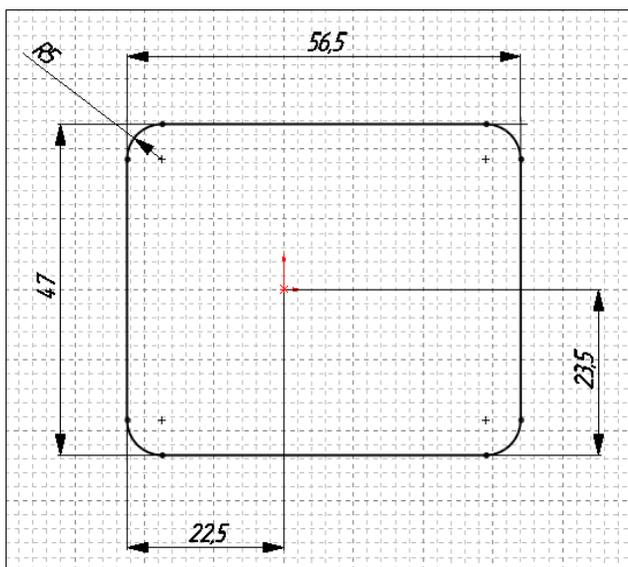

Рис. 2.82
1. Построим основу проставки на плоскости Спереди. Нарисуем эскиз основания проставки (рис. 2.82).